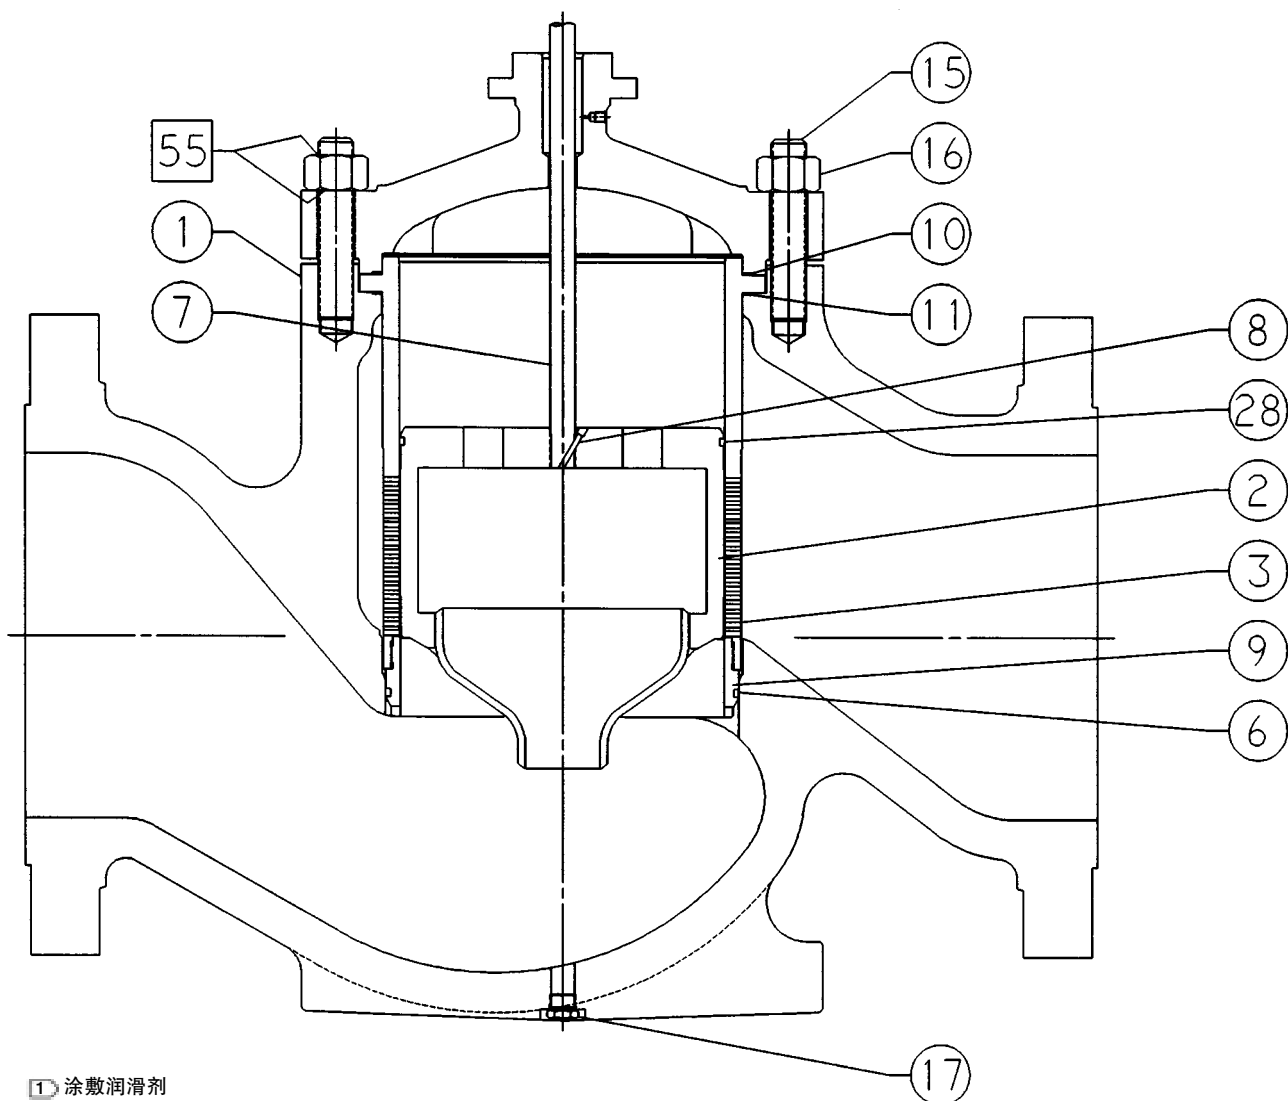
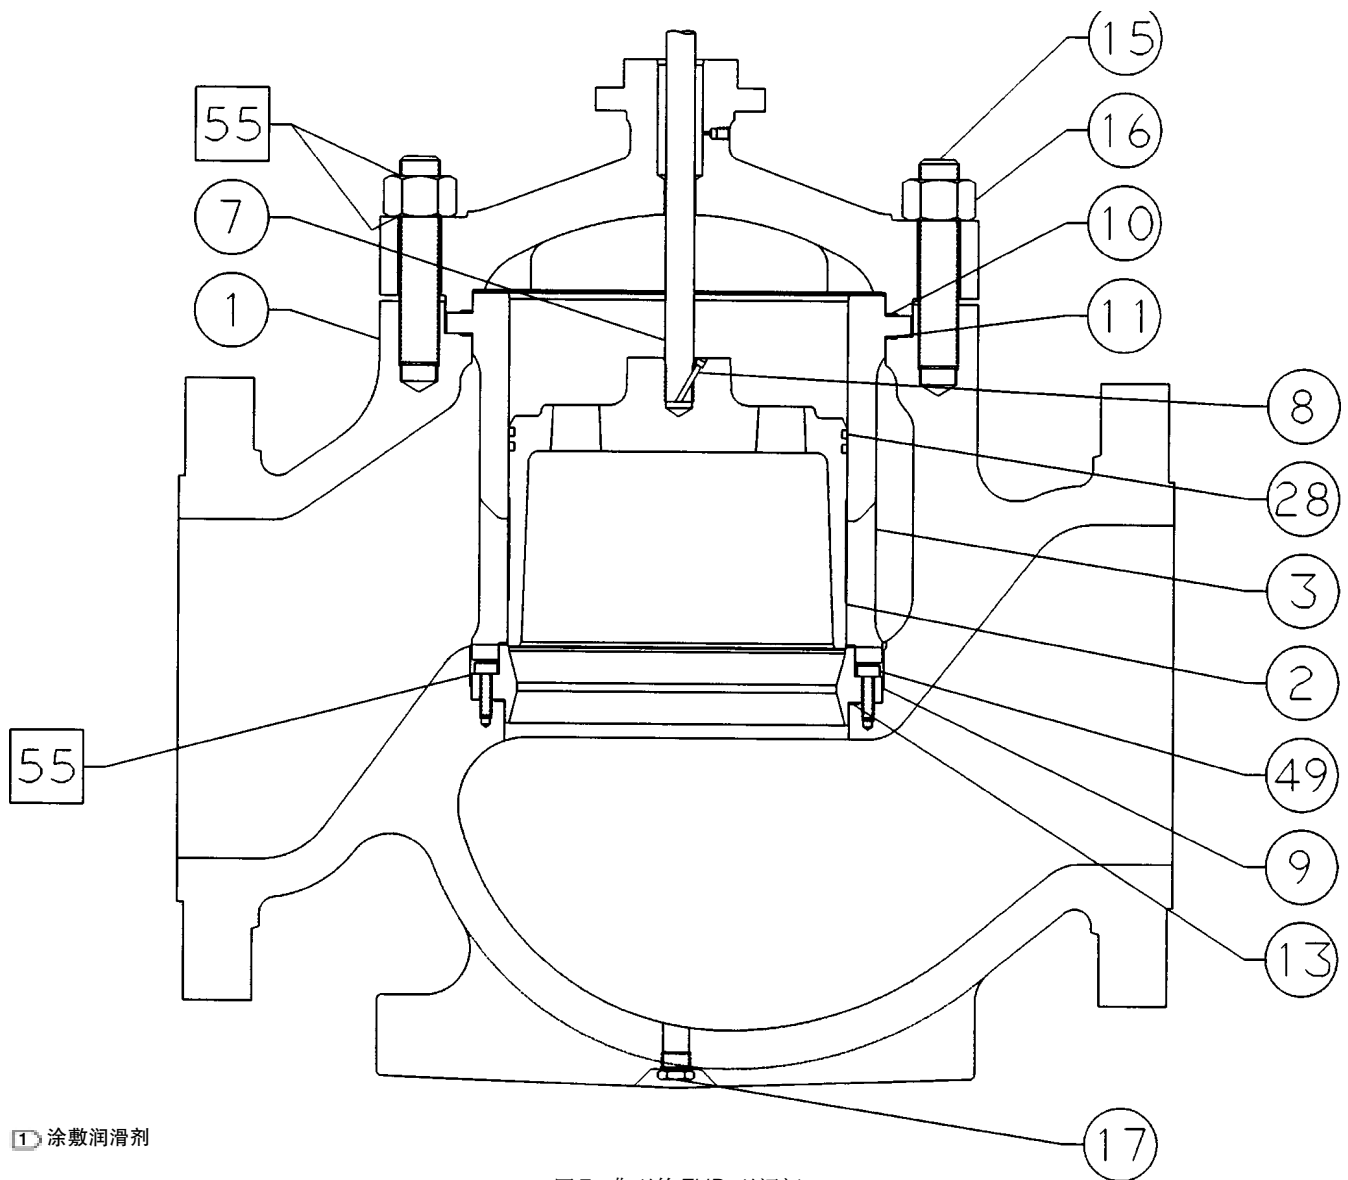

图6. 典型的EUT-2或EWT-2型阀门
图7. 典型的EUD型阀门
4. 六角螺母（图6或图7件16）将阀帽连接固定到阀体上。松开这些螺母或帽螺钉约1/8英寸（3毫米）。然后
6. 阀帽无论何时拆下来，应更换阀帽垫圈与阀笼垫圈（图6与图7，件10与件11）。取下阀帽垫圈。
13. 取下保护阀内腔的覆盖物，并安装上一个新的阀笼垫圈（图6与图7件11），要确保该垫圈座合面是清洁的和光滑的。
14. 遵循阀内件的复位部分的指南，重新安装阀内件的零件。安装一个新的阀帽垫圈（图6与图7件10）。
正确地执行在第15步的上紧程序就是要充分地压紧阀帽与阀笼垫圈（图6与图7件10与件11），使阀体对阀帽的结合面密封。
15. 用Never-Seez (2) Nickel Special润滑剂或与之相当的润滑剂润滑柱头螺栓（图6与图7件15），将阀帽滑动到阀杆上及螺栓上，并用柱头螺栓螺母（图6与图7件16）紧固，同时在上紧时用公认的连接螺栓上紧顺序程序，使得阀体对阀帽的结合面能经受住测试压力与应用
除另有指明外，在本部分的件号，对EUT-2与EWT-2型阀门示于图6，而对EUD与EWD型阀门则示于图7。
对EUT-2或EWT-2型阀门（图6），阀门有一个阀座环密封环（件6）。应检查该密封环，若需要更换就拆下它。阀座环是用螺纹拧进阀笼的，并用两个点焊紧固，在阀笼的每一侧各点焊一个。通过磨削或锉削掉这两点来去除点焊点。
对EUD与EWD型阀门（图7），旋开阀座环帽螺钉（件49）。将螺钉或螺栓安装进阀座环（件9）顶部的螺纹孔里，并小心地将阀座环从阀体里提出来。拆下垫圈（件13）。
除另有指明外，在本部分的件号，对 EUT-2 与 EWT-2 型阀门示于图 6，而对 EUD 与 EWD 型阀门则示于图 7。
除另有指明外, 件号示于图6与图7。
对EUD与EWD型阀门(图6)，安装阀座环垫圈(件13)。